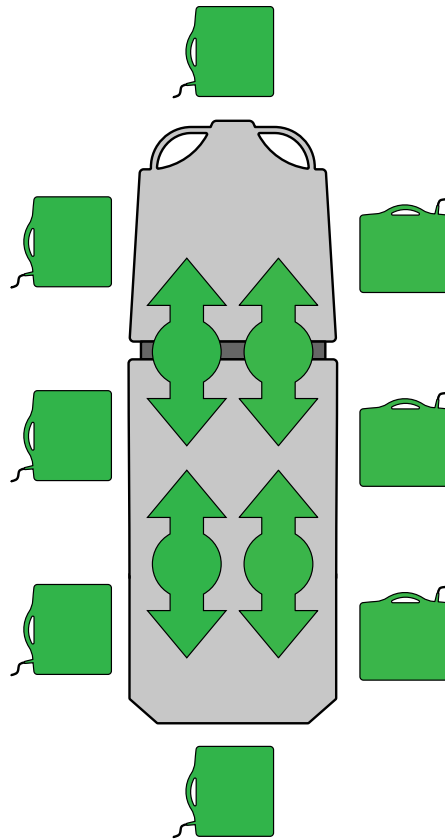

Figure 21 – Insertion ou retrait des cassettes radiographiques
1. Centrer le patient sur le produit en utilisant les étiquettes d'indication de position situées sur les quatre côtés du produit (voir Figure 21).